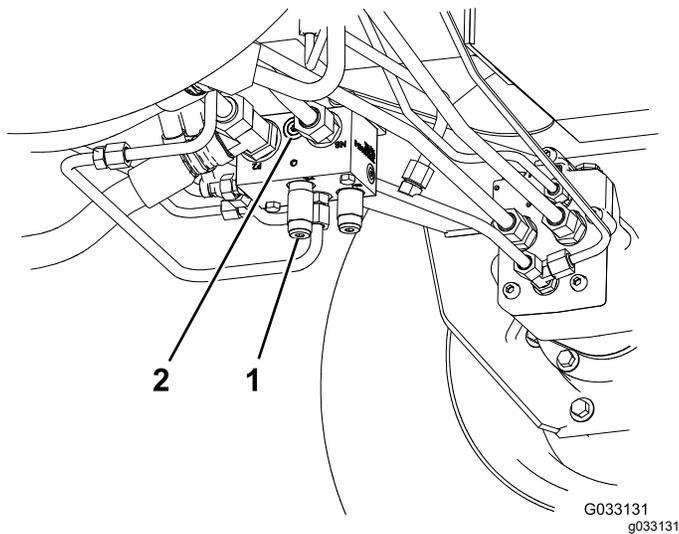

图 39
1. 在后牵引歧管端口M8与P2之间的未标记端口安装诊断接头图39